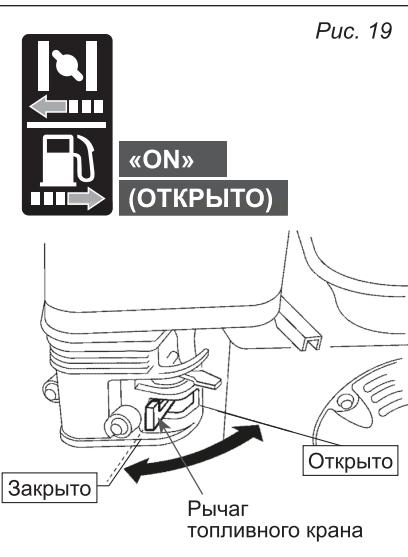

Рис. 19
Переместите топливный кран в положение «**ОТКРЫТО**» (ON) и убедитесь, что нет утечки топлива (рис. 19).